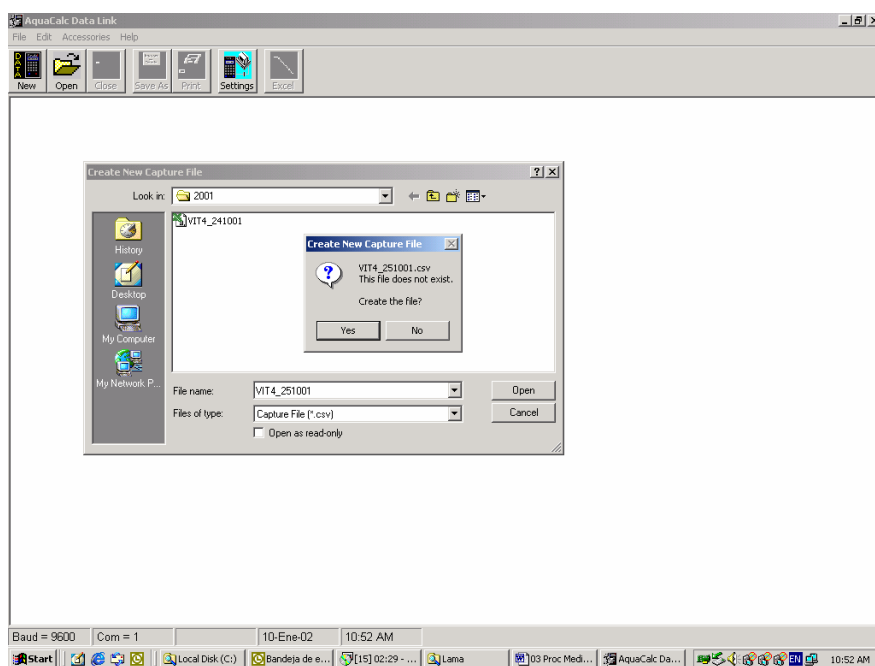

Figura 3
- Una vez completado este espacio aparecerá una pantalla en donde se indica que ese archivo no está en existencia y solicita si ese archivo con ese nombre puede ser creado en el lugar ya indicado. Ver figura 3